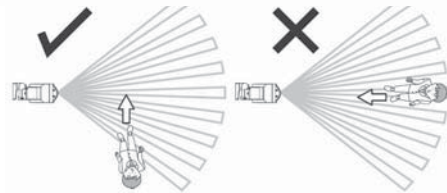

Abb. 2
- Bei der Wahl des Montageortes bitte daran denken, dass die beste Erkennung der Bewegung durch den Melder erfolgt bei der Kreuzung der Detektionszonen (Abb.2).